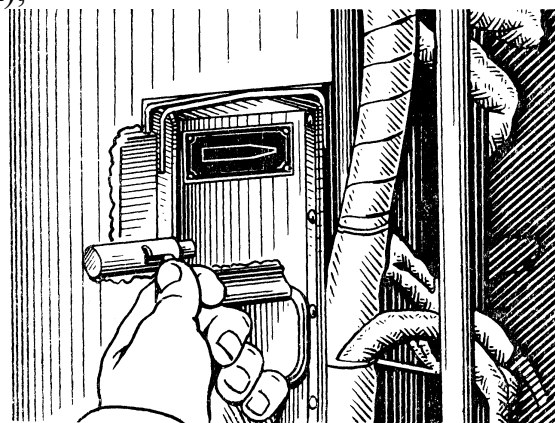

Рис. 11. Відкривання (закривання) замка магазинів до кулемета ПКТ
- після повороту навідником-оператором башти праворуч займає місце кулеметника правого борту знімає огороження сидіння десанту та відкриває замок магазинів спареного кулемету ПКТ (рис. 11), після чого виймає магазини кулемета ПКТ і передає їх механіку-водію.
- після з'єднання навідником стрічок патроном фіксує магазини за допомогою замка (рис. 11 );